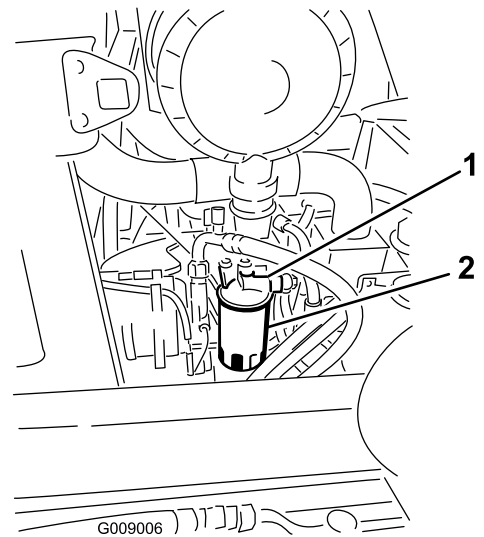

Figura 63
1. Limpie la zona alrededor del cabezal del filtro de combustible (Figura 63).
2. Retire el filtro y limpie la superficie de montaje del cabezal del filtro (Figura 63).